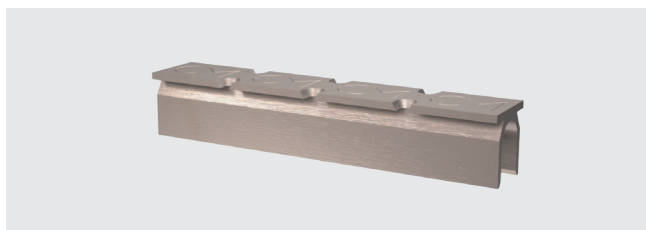

Fig. 4
- Partie femelle micro et macro** (Fig. 4) **T = Titane pur**